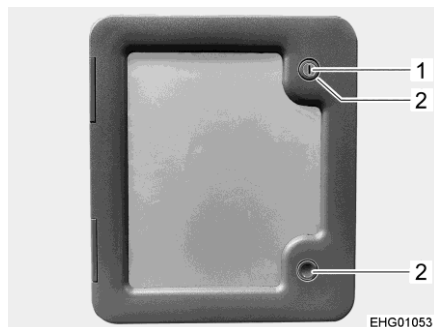

Fig. 111 Trampilla (cassette de aguas fecales)
- Abrir la trampilla para el cassette de aguas fecales en el exterior del vehículo. Para esto, introducir la llave en el cilindro de cierre (Fig. 111,1) del cierre a presión y girarla un cuarto de vuelta en sentido contrario a las agujas del reloj.
- Presionar ambos cierres a presión (Fig. 111,2) al mismo tiempo y abrir la trampilla exterior.